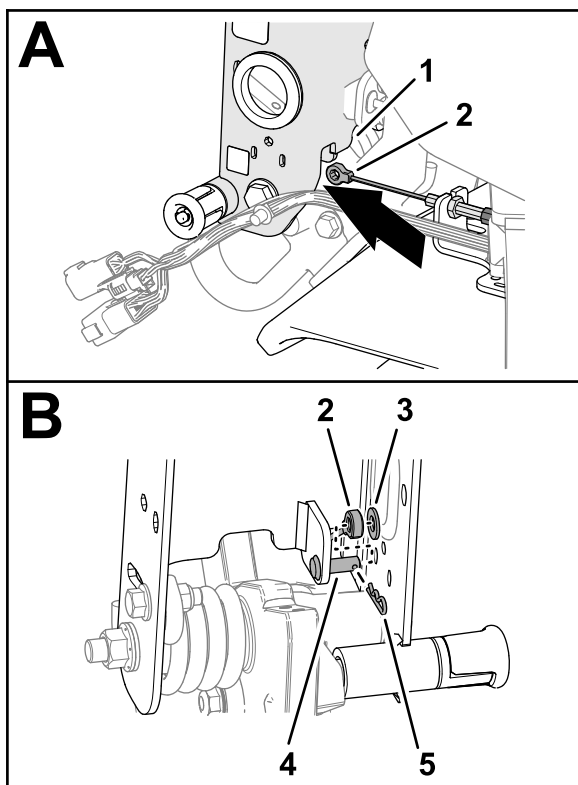

Figura 7
1. Enrute el acoplamiento del cable del freno debajo de la parte inferior del canal del manillar (Figura 7).